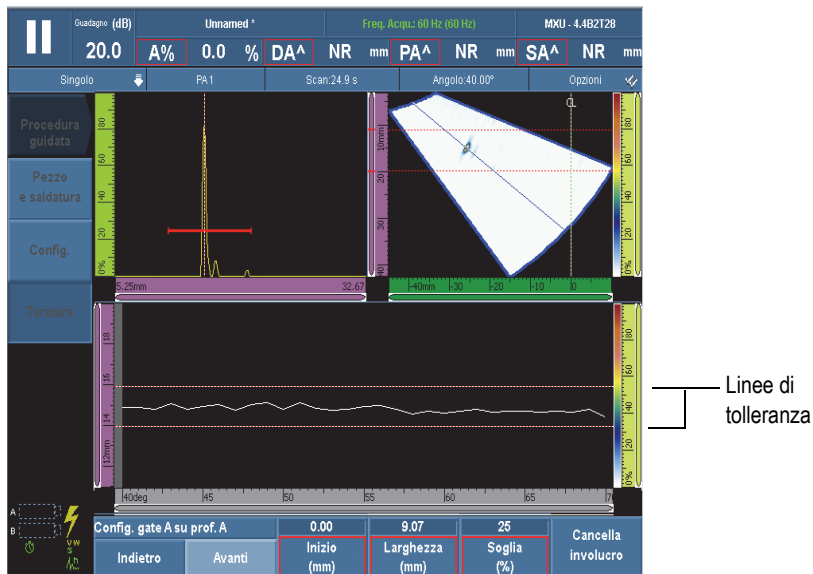

Figura 5-9 Creazione dell'involucro per la taratura del ritardo dello zoccolo
- a) Passare la sonda in avanti e indietro sul riflettore di taratura per poter creare un'involucro (vedere Figura 5-9 a pagina 146).